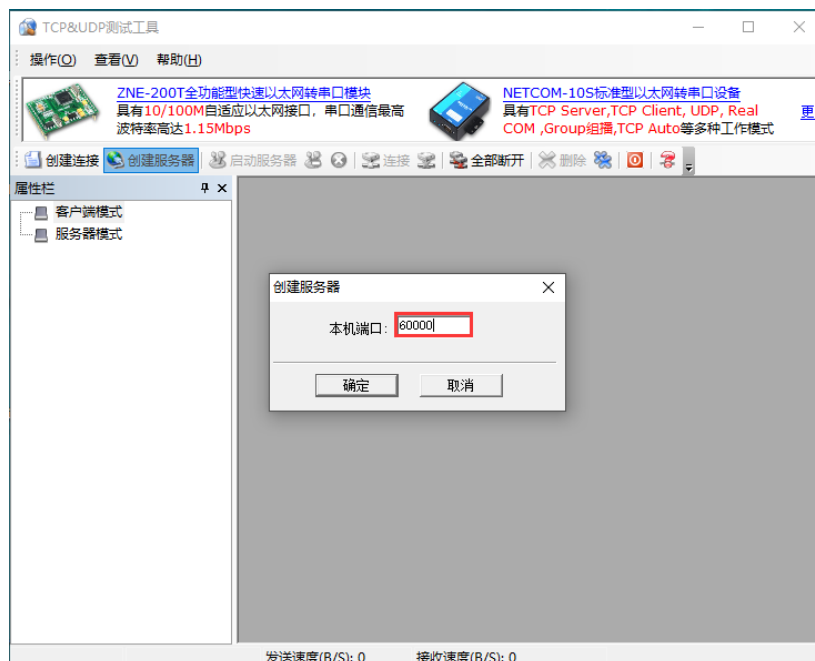

图 17-4 网络参数设置界面
- (2) 在电脑 AA 上打开“TCP&UDP 测试工具”，选择创建服务器，本机端口号设置为 60000，如图 17-4 所示，然后点击创建。